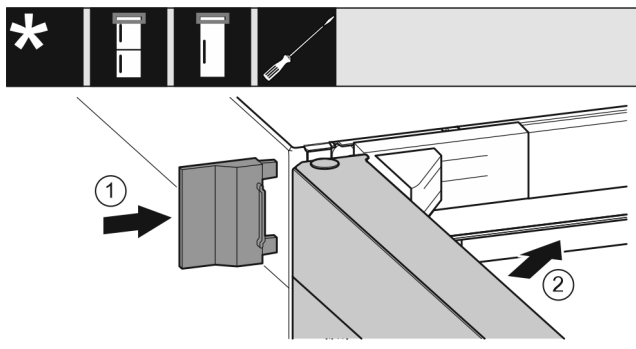

Fig. 25
- ▶ Надвиньте внешнюю крышку Fig. 25 (1).
- ▶ Закройте верхнюю дверь Fig. 25 (2).